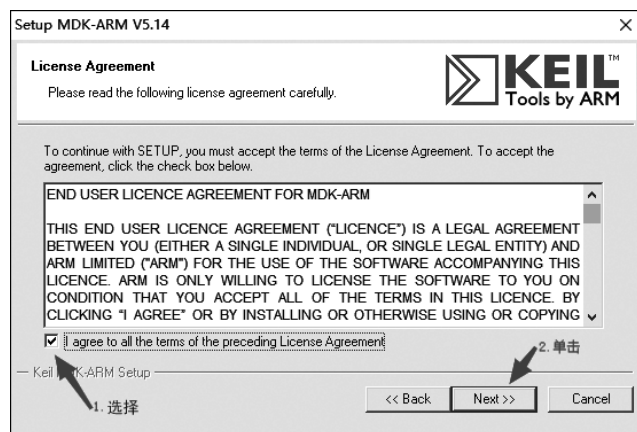

图 3-13 同意软件许可协议
(5) 选择 I agree to all the terms of the preceding License Agreement,再单击 Next 按钮,如图 3-13 所示。